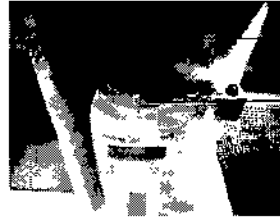

FIGURA 2-3 Vaporizador, desbloqueado
2. Alinee el nuevo vaporizador sobre los tornillos de valvula de la barra de montaje. Para ello incline el vaporizador levemente hacia atrás. Cuelgue el vaporizador en la barra de soporte tal como se muestra en la FIGURA 2.3. Asegúrese de que el tirador del mecanismo de bloqueo esté en posición de desbloqueo. Asegúrese de que el mando esté en la posición "T".